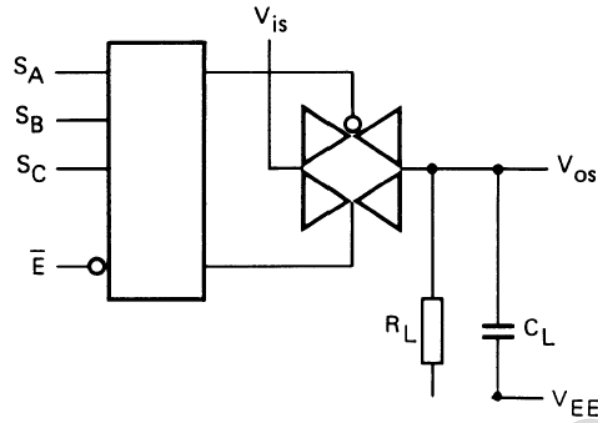

图 3
- $R_L=10K\Omega$  到  $V_{EE}$ ;  $C_L=50pF$  到  $V_{EE}$ ;  $\overline{E}=V_{SS}$ ;  $V_{is}=V_{DD}$  (方波); 如图 3 所示
- $R_L=10K\Omega$ ;  $C_L=50pF$  到  $V_{EE}$ ;  $\overline{E}=V_{SS}$ ;  $S_n=V_{DD}$  (方波);  $V_{is}=V_{DD}$  和  $R_L$  到  $V_{EE}$  用来测量  $t_{PLH}$ ;  $V_{is}=V_{EE}$  和  $R_L$  到  $V_{DD}$  用来测量  $t_{PHL}$ ; 如图 3 所示
- $R_L=10K\Omega$ ;  $C_L=50pF$  到  $V_{EE}$ ;  $\overline{E}=V_{DD}$  (方波);  $V_{is}=V_{DD}$  和  $R_L$  到  $V_{EE}$  用来测量  $t_{PHZ}$  和  $t_{PZH}$ ;  $V_{is}=V_{EE}$  和  $R_L$  到  $V_{DD}$  用来测量  $t_{PLZ}$  和  $t_{PZL}$ ; 如图 3 所示
- $R_L=10K\Omega$  到  $V_{EE}$ ;  $C_L=15pF$  到  $V_{EE}$ ;  $\overline{E}$  或  $S_n=V_{DD}$  (方波); 干扰是  $|V_{os}|$  (峰值); 如图 3 所示